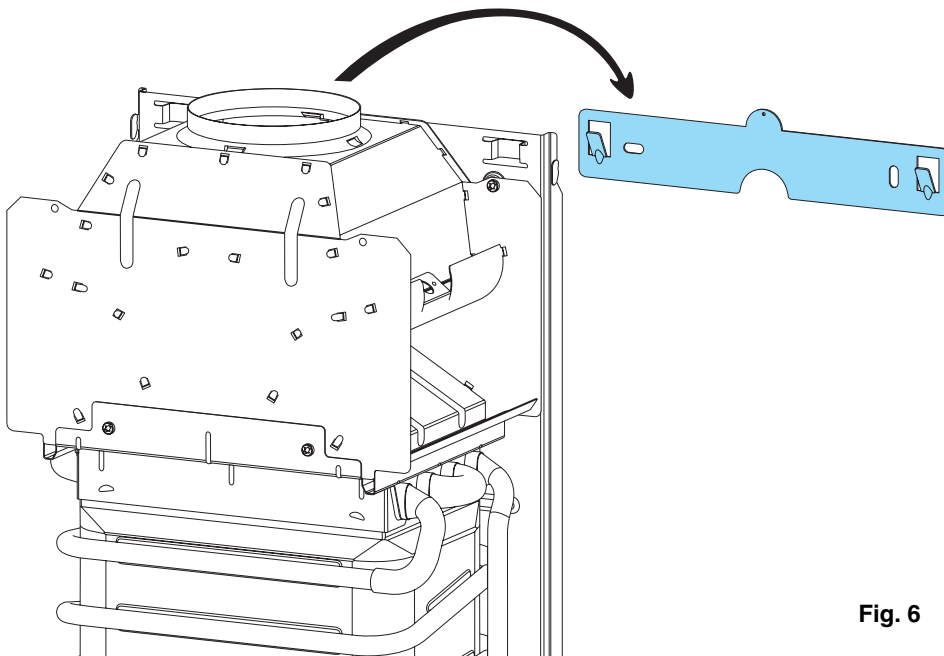

Fig. 6
- Engager les orifices supérieurs du châssis sur les encoches de la plaque d'accrochage (fig. 6).